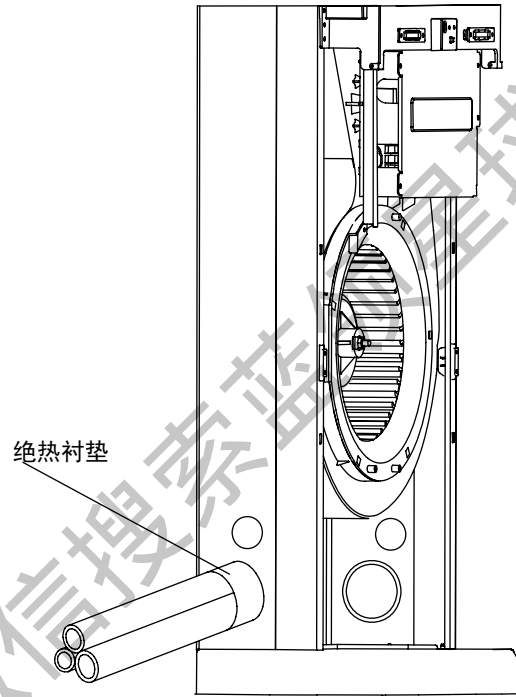

图 11
8. 管口部分用随机附带的绝热衬垫缠好，将缝隙封严并防止配管被割伤（图 11）。